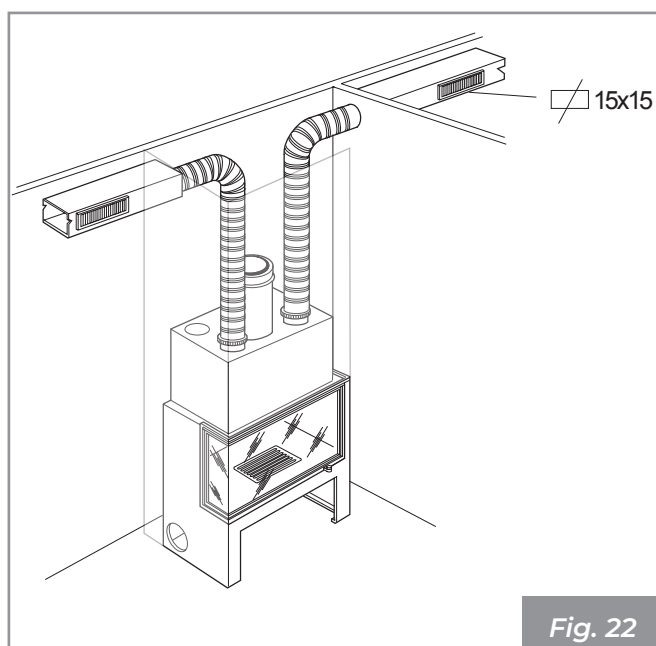

Fig. 22
- Tubo flessibile in alluminio - lunghezza fino a 6 m su unico condotto (**Fig. 22**);
- Tubo liscio metallico - lunghezza fino a 10 m su unico condotto (**Fig. 22**);